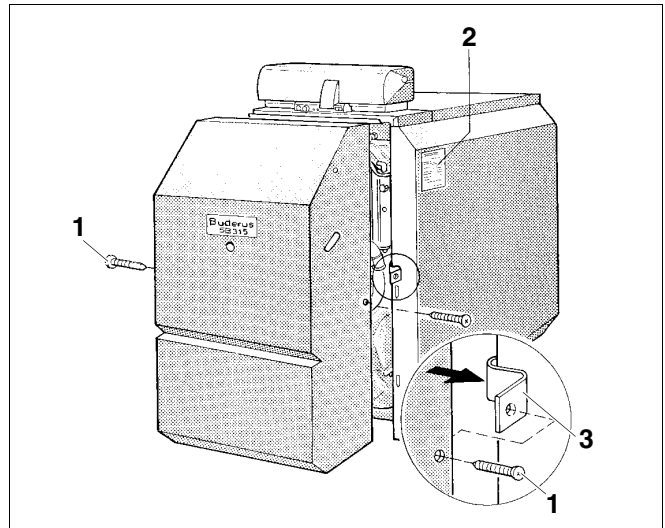

Fig. 27 Montering af brænderkappe på SB315 VM
- Isæt vinkelsnapmøtrikker til venstre og højre i det dertil indrettede udbrud i sidevægsafkantningen (fig. 27).
- Hægt brænderkappen på afkantningen på den forreste kedelkappe (fig. 27).
- Skru sikringsskruerne til højre og venstre gennem brænderkappen og ind i vinkelsnapmøtrikkerne (fig. 27).
Typeskiltet fastgøres foroven på den højre eller venstre sidevæg alt efter de lokale forhold (fig. 27).
- Skru sikringsskrue af brænderkappen, og tag brænderkappen af, se fig. 27, side 22.
- Hægt brænderkappen på, og skru den fast med sikringsskruerne igen, se fig. 27, side 22.